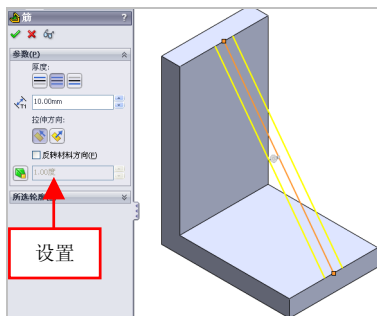

图 5-38 设置参数值
(3) 弹出【筋】属性管理器，选择草图对象，设置【筋厚度】为 10，如图 5-38 所示。